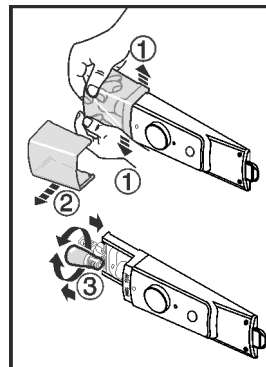

Fig. 10
- ▶ Розтиснути кришку лампи в сторони (зсередини, як показано на малюнку) в передній частині Fig. 10 (1) і зсунути вбік Fig. 10 (2).
- ▶ Замінити лампу. Fig. 10 (3)